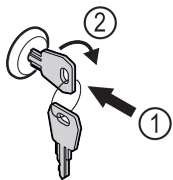

Fig. 104
- ▶ Sæt nøglen i Fig. 104 (1).
- ▶ Drej nøglen 90° med uret Fig. 104 (2).